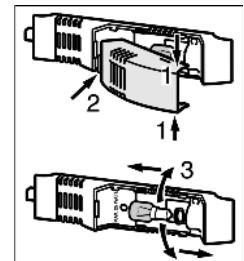

Fig. 3
- Возьмитесь за крышку лампы сверху и снизу Fig. 3 (1).
- Выведите крышку лампы сзади из зацепления и снимите Fig. 3 (2).
- Замените лампу накаливания Fig. 3 (3).